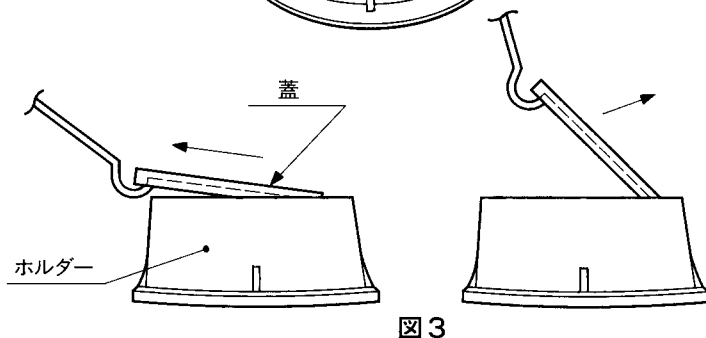

図3
2. マンホールハンドルの先のフック部を蓋裏面の凸部に掛け、図3のように蓋を手前に引いて開けてください。